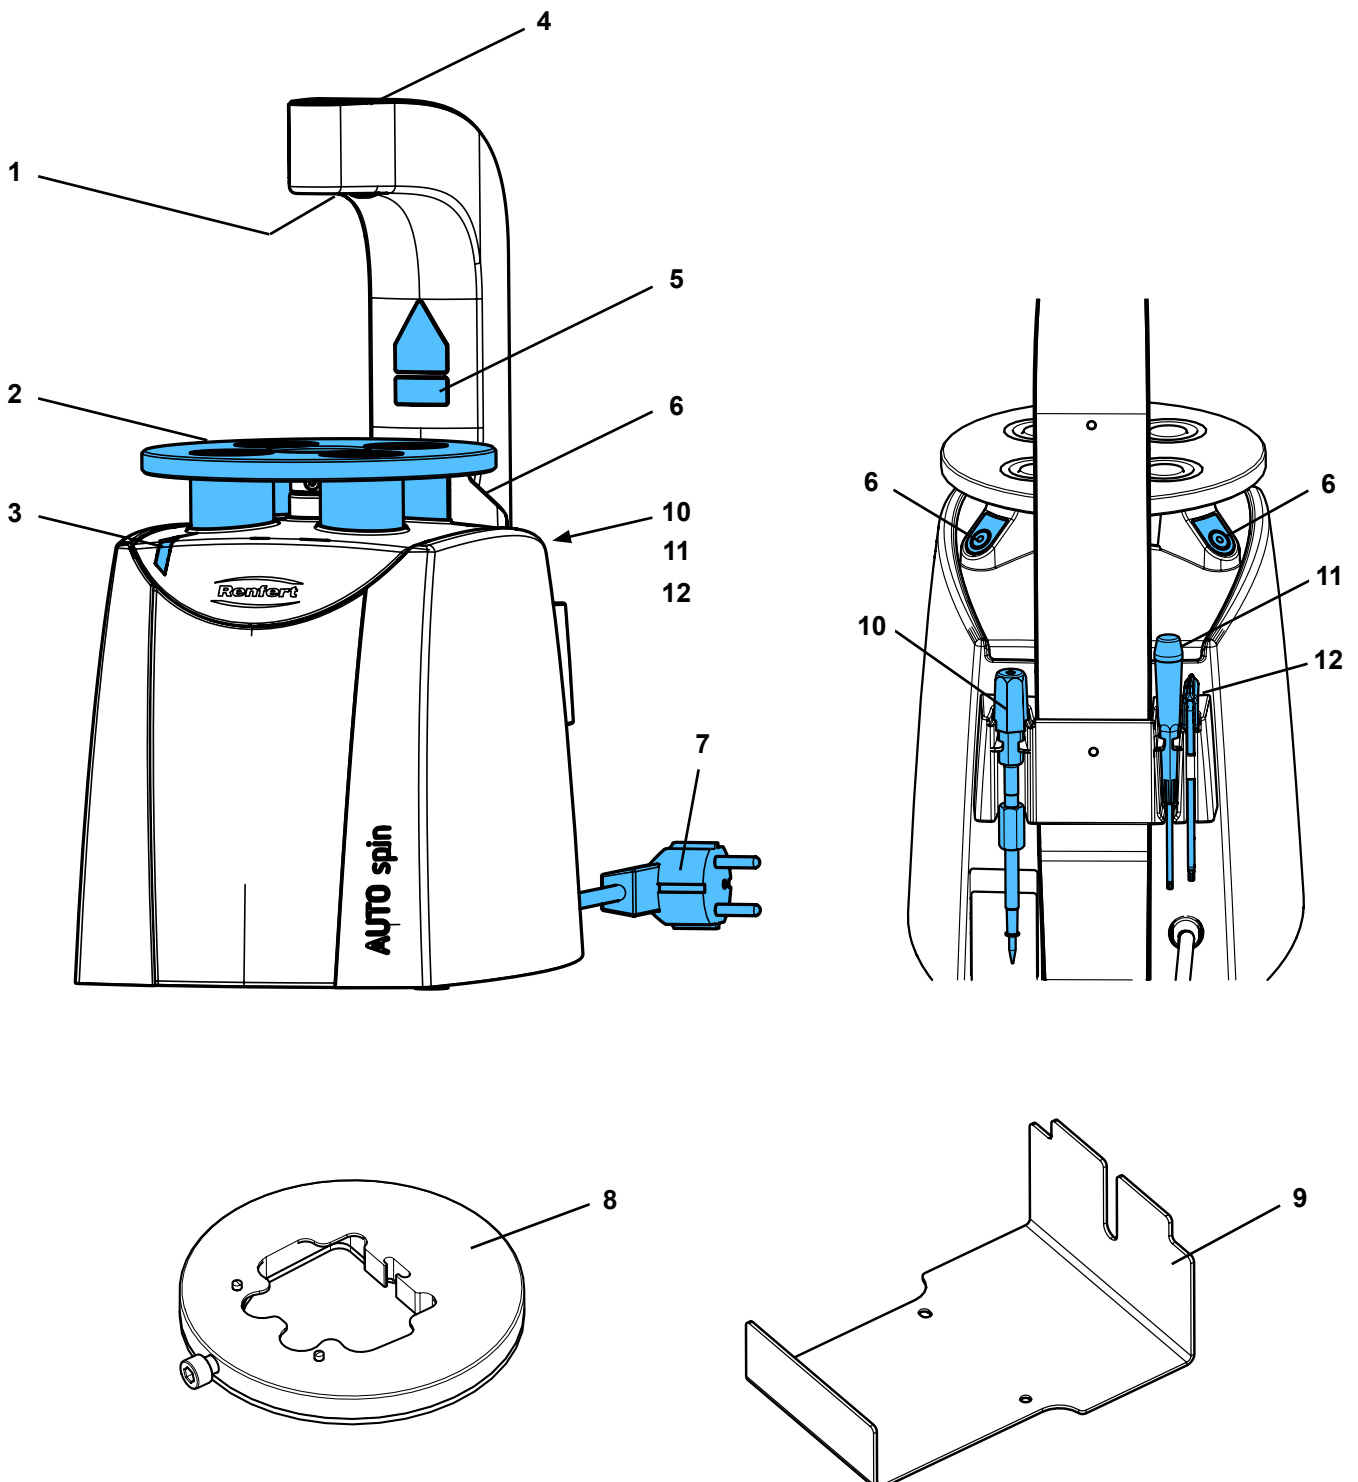

Abb. 1
- ⇒ Lösen Sie den Warnhinweis Laser in Ihrer Landessprache vom Aufklebersatz und überkleben Sie den vorhandenen Warnhinweis (5, Abb. 1).
- ◆ blinkt die Betriebsanzeige (3, Abb. 1).
- ⇒ Beide Bedientasten (6, Abb. 1) drücken und gedrückt halten.
- ◆ Die Betriebsanzeige (3, Abb. 1) leuchtet.
- ◆ Der Ziellaser (1, Abb. 1) leuchtet.
- ⇒ Gerät ausschalten, eine Bedientaste (6) ca. 2 Sek. drücken.
- ◆ Die Betriebsanzeige (3) erlischt.
- ◆ Der Ziellaser (1) erlischt.
- ⇒ Zum Auslösen des Bohrvorgangs beide Bedientasten (6, Abb. 1) gleichzeitig drücken.